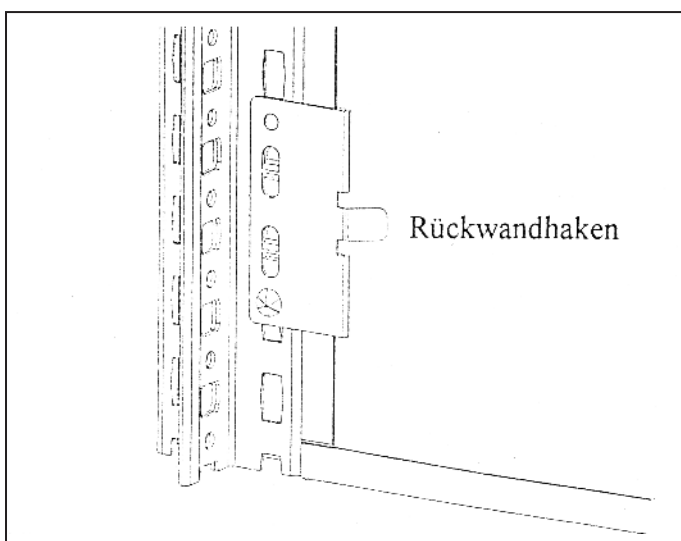
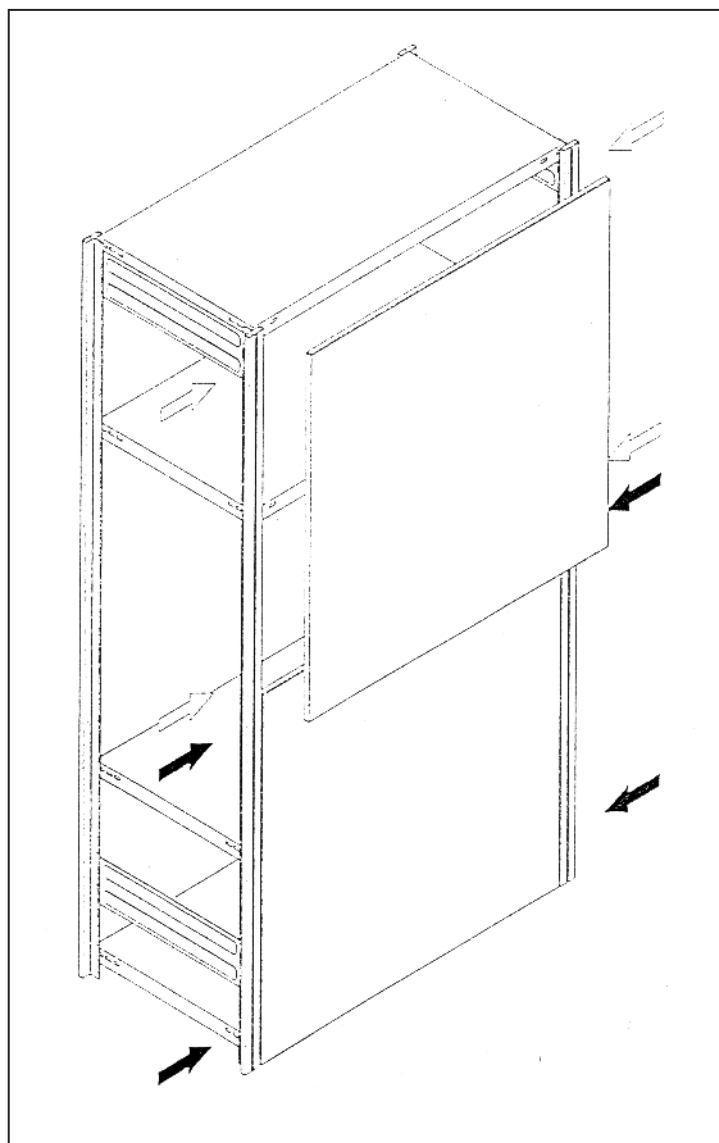

Abb. 1
Abb. 2
2. Unterstes Rückwand-Segment zwischen die Rahmenprofile stellen, mit vier Rückwandhaken (s. Abb. 1) fixieren (ungefähre Position s. Pfeile in Abb. 2) und diese mit Sicherungsstiften sichern.